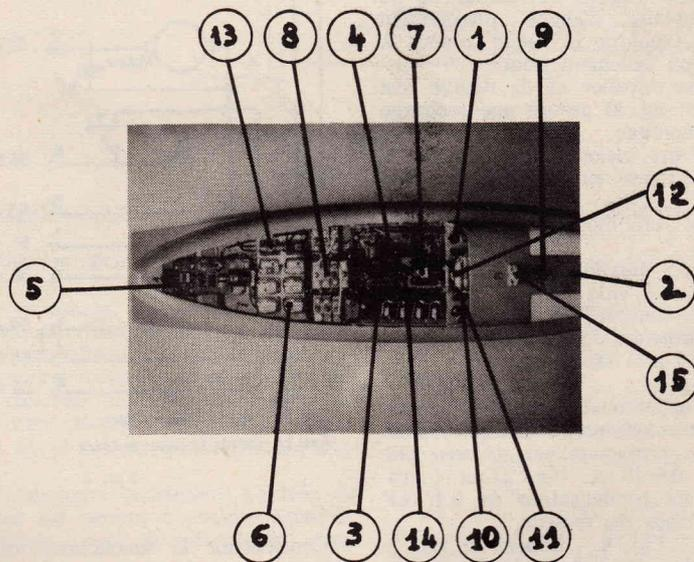
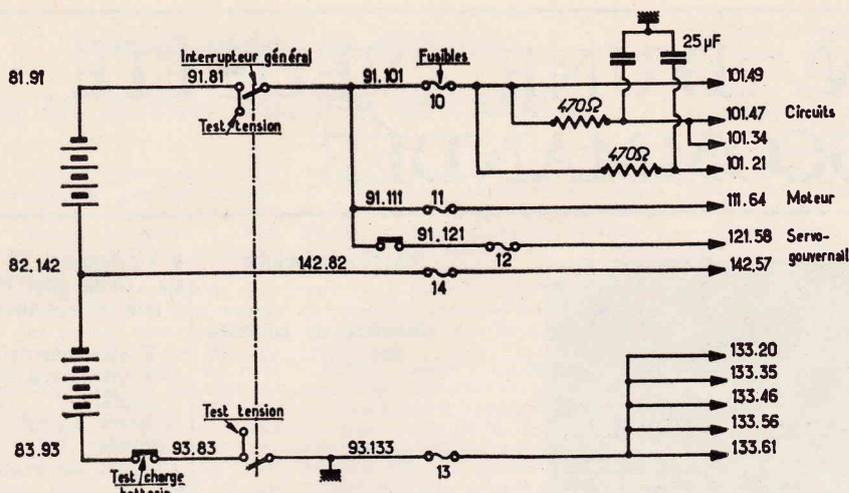

FIG. 2
FIG. 3
2. — INSTALLATION A BORD (Fig. 2) ET REPERAGE DES ELEMENTS
4.1. Platine alimentation. Repère 8, fig. 2 — Schéma fig. 3.
La batterie est supportée par un bac en acier inoxydable de 200 g fixé en quatre points sur les membrures de la coque. La liaison aux différentes utilisations est assurée par cinq fusibles (repère 1, fig. 2) et un interrupteur bipolaire étanche, directement accessible sur l'avant de la coque (repère 9, fig. 2) permet son isolement total.
Un système de cavalier et de douille test (repères 10 et 11, fig. 2) assure une recharge rapide sans démontage.
4.2. Moteur de propulsion - Repère 7, fig. 2.
La liaison à l'arbre de transmission est assurée par un accouplement élastique moulé en silastène. La protection est assurée par le fusible F.11 de 10 A. (fig. 3) et l'anti-parasitage par un condensateur de 0,47 µF connecté aux bornes du moteur.
4.3. Direction - Fig. 4 - Repère 5, fig. 2.
La protection est assurée par les deux fusibles F12 et F14 de 5 A (fig. 3) et l'anti-parasitage par une capacité de 1 µF connectée aux bornes du moteur.